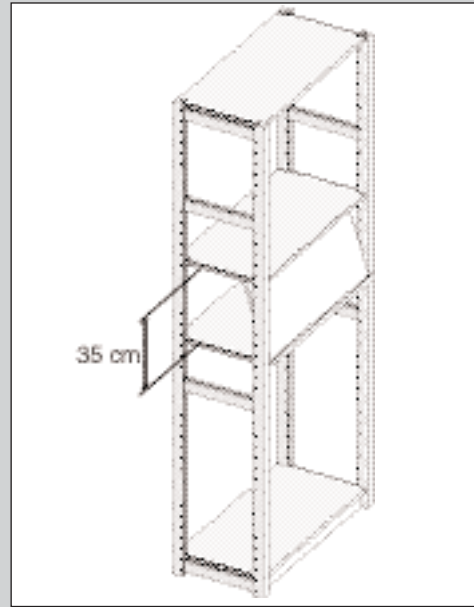

ABBILDUNG 81
2. Setzen Sie Tragstifte 35 cm (siebtes Loch) über einem anderen Fachboden in die Ständer ein (siehe Abb. 81).